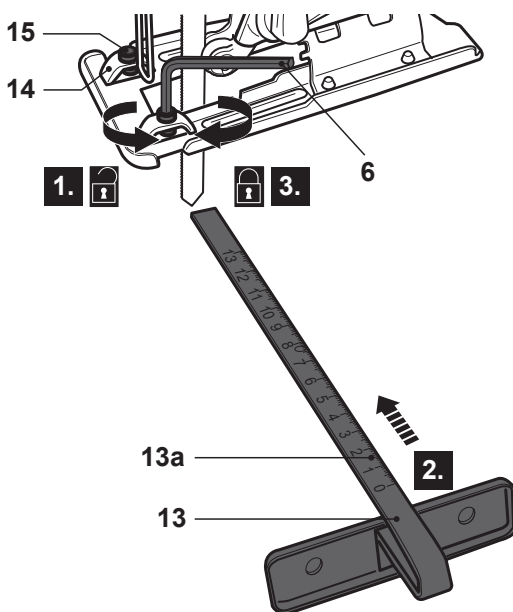

Fig. 2
- > Slăbiți cele 2 șuruburi hexa (15) cu cheia hexa (6) (Fig. 2, pasul 1).
- > Aliniați ghidajul paralel (13) cu suporturile (14) și introduceți-l prin acestea (Fig. 2, pasul 2).
- > Strângeți șuruburile hexa (15) pentru a securiza ghidajul paralel (13) în poziție (Fig. 2, pasul 3).